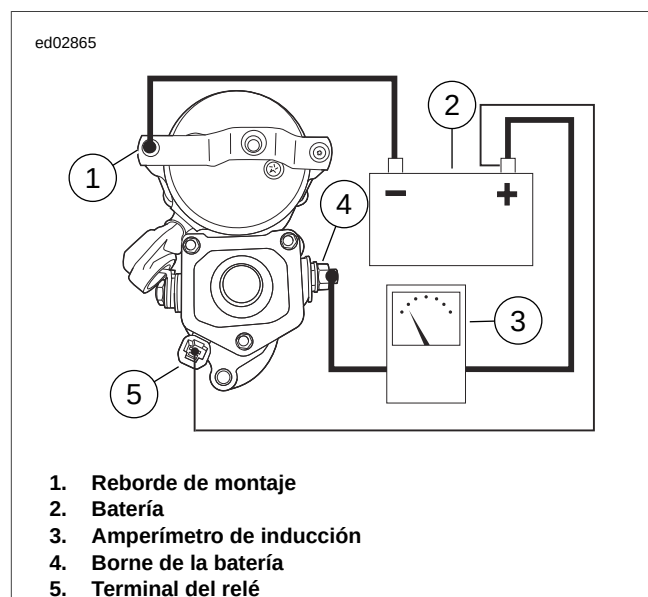

Figura 1-7. Prueba de consumo de corriente sin carga
2. Vea Figura 1-7. Conecte un cable de puente grueso (mínimo calibre 6).
- a. Conecte un extremo al reborde de montaje del arranque (1).
- b. Conecte el otro extremo al borne negativo (-) de una batería totalmente cargada (2).
- a. Conecte un extremo al borne positivo (+) de la batería (2).
- b. Conecte el otro extremo al borne de la batería (4) en el solenoide del arranque. Coloque un amperímetro de inducción (3) sobre el cable.
- b. Conecte el otro extremo al terminal del relé del solenoide (5).